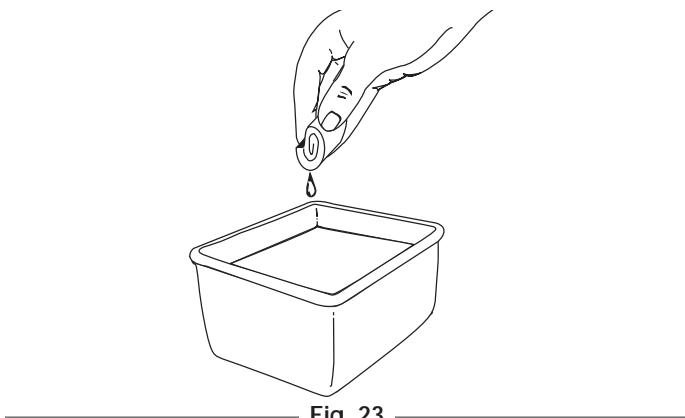

Fig. 23
- Lave o filtro com detergente e água (Fig. 23). Passe cuidadosamente por água. Escorra-o e deixe-o secar totalmente.